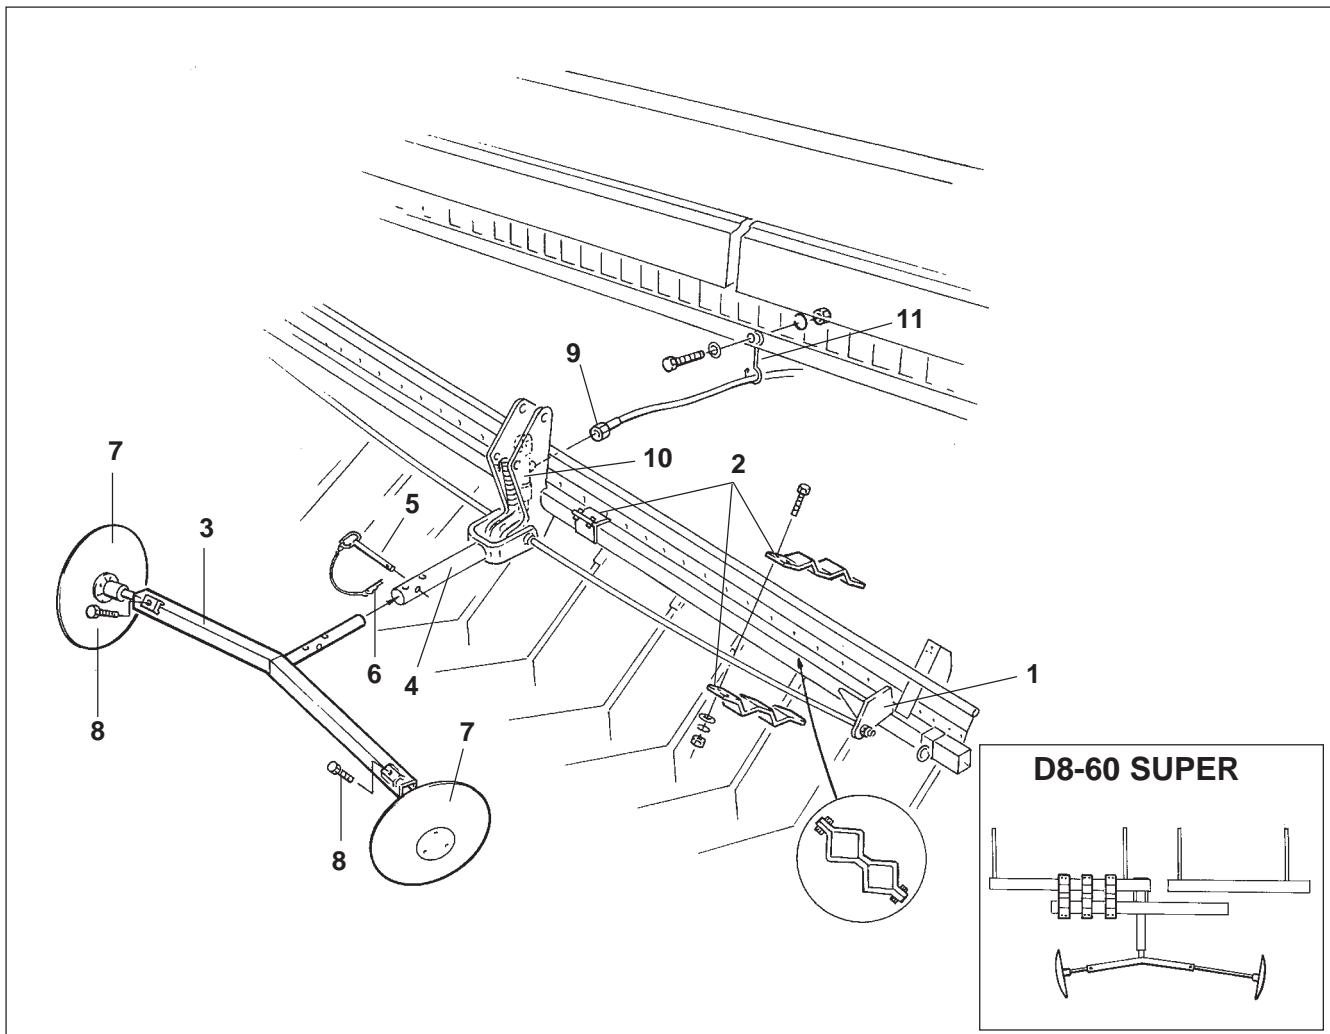

Рис. 14.3
- Навесная несущая балка (Рис. 14.3/1) с крепежной планкой (Рис. 14.3/2) закреплены на стороне.
**На сеялках D8-60 супер необходимо навесную несущую балку укреплять придинув к левому выравнивателю типа "экзакт" (Рис. 14.3).**
- Несущую балку дисков маркера (Рис. 14.3/3) воткнуть в переходник (Рис. 14.3/4) и закрепить стопорным болтом (Рис. 14.3/5) и пружинным штекером (Рис. 14.3/6).
- Диски маркера (Рис. 14.3/7) воткнуть в несущую балку (Рис. 14.3/3) и зажать винтом (Рис. 14.3/8).
- Гидравлический шланг (Рис. 14.3/9) подсоединить к гидравлическому цилиндру (Рис. 14.3/10).